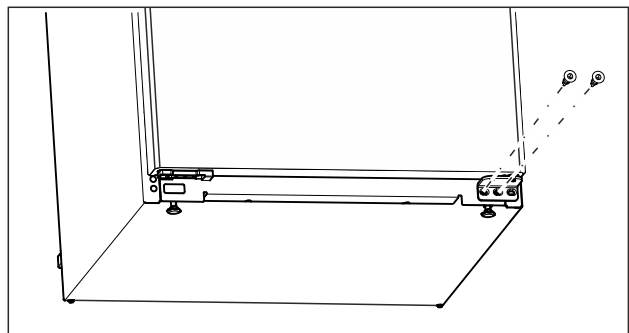

Fig. 10
- ▶ Na spodnjem ležajnem podstavku z izvijačem Torx 20 odvijte sredinski vijak. (glejte Fig. 10)
- ▶ Na spodnjem ležajnem podstavku z izvijačem Torx 20 odvijte notranji vijak. (glejte Fig. 10)